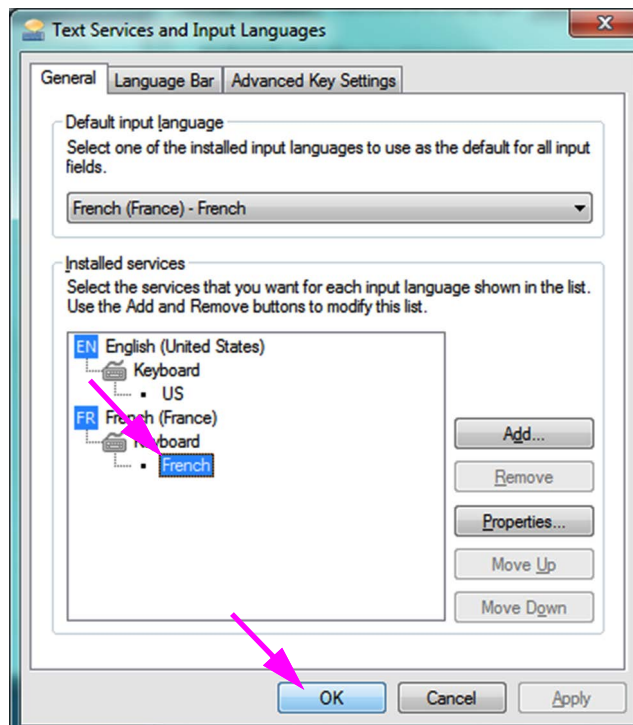

Abbildung C-11. Bildschirm „Text Services and Input Languages“ (Textdienste und Eingabesprachen) – Registerkarte „General“ (Allgemein)
7. Klicken Sie auf die Registerkarte **General (Allgemein)** (vgl. Abbildung C-11) und wählen Sie mit dem scrollbaren Feld im Bereich „Installed services“ (Installierte Dienste) das (neue) gewünschte Tastaturlayout aus. Klicken Sie anschließend auf die Schaltfläche **OK**.